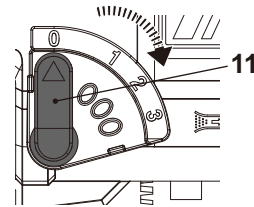

Fig. 10
La acción del péndulo puede ajustarse mediante 4 configuraciones diferentes. La acción del péndulo se puede ajustar durante el funcionamiento mediante la palanca de selección del péndulo (11). (Fig. 10).